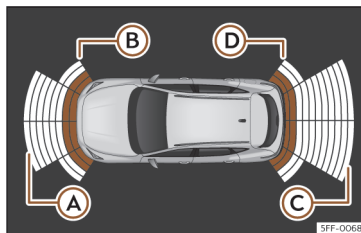

Fig. 183 Visualização do auxiliar de estacionamento no ecrã do sistema Infotainment.
através de sinais sonoros e no sistema Infotainment»»» **Fig. 183**.
No caso de avaria de algum sensor posterior, serão apenas apresentados os obstáculos nas áreas (A) e (B) >>> Fig. 183. No caso de »